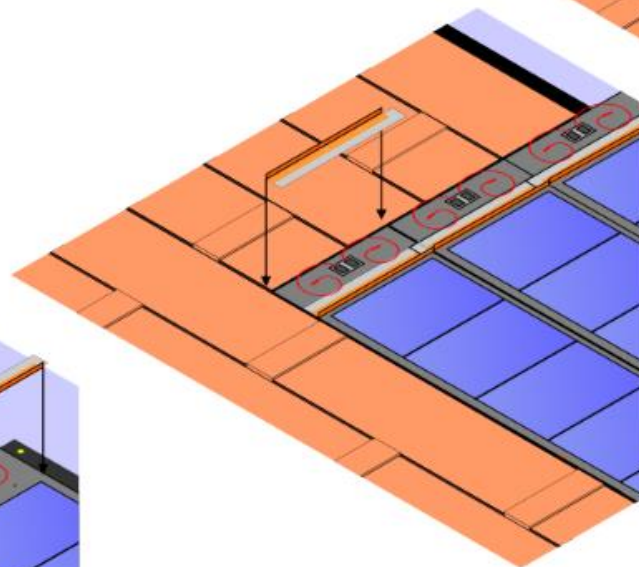

Fig.26
- Posate le tegole Tegosolar, seguendo le indicazioni di pag.5 e posizionare il profilo a L a destra dei connettori seguendo le indicazioni di fig.22-23-24-25 al fine di ottenere quanto illustrato in fig.26.
- Posare le tegole bituminose a sinistra di Tegosolar. I due manti saranno in contatto fig.26.